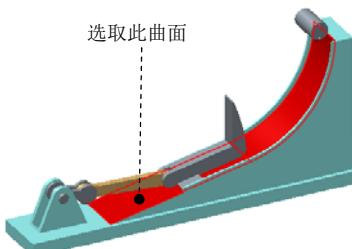

图 7.7.19 定义“凸轮 2”的参考
(3) 定义“凸轮 2”的参考。单击“凸轮从动机构连接定义”对话框中的**凸轮2**选项卡，按住 Ctrl 键，选取图 7.7.19 所示曲面（共 2 个面）为“凸轮 2”的参考，单击“选择”对话框中的**确定**按钮。